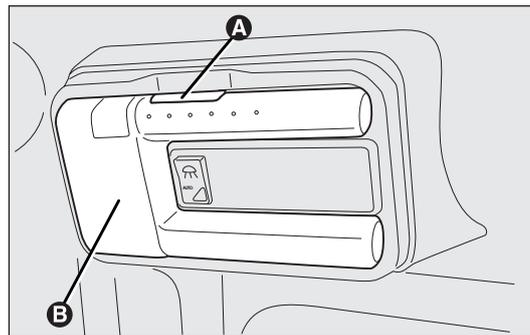

fig. 171
- presione el botón A-fig. 171 y extraiga el plafón extraíble B;